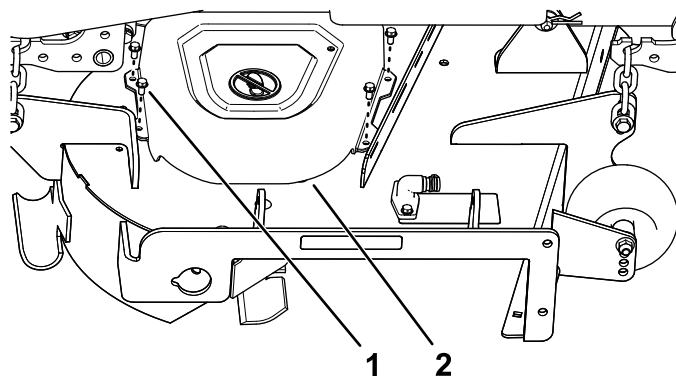

Figura 7
- Îndepărtați cele 4 uruburi ( $\frac{1}{4} \times \frac{1}{2}$ ") care fixează capacul curelei dreapta și scoateți capacul curelei (Figura 7).